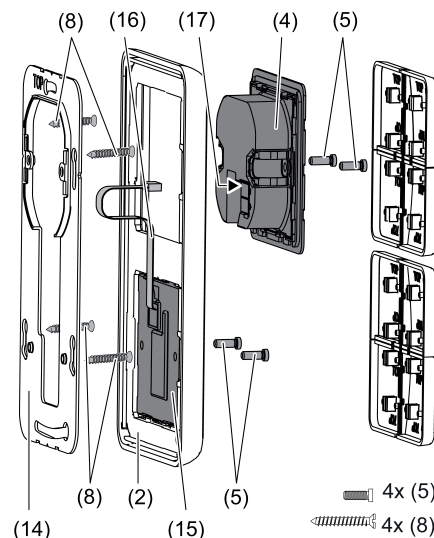

Bild 2: Montage mit Tastsensor-Erweiterungsmodul
Bei Verwendung des Tastsensor-Erweiterungsmoduls (Bild 2): Bevorzugte Montage senkrecht. Großen Tragring (14) verwenden. Bei Montage auf nur einer UP-Dose die unteren Schrauben in der Wand versenken, z. B. mit Bohrung $\varnothing 6 \times 10$ mm. Tragring als Schablone verwenden.